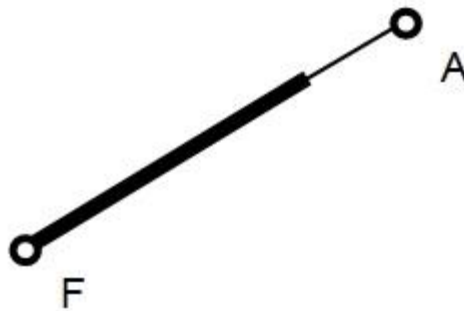

Figure 1
**3-3 Tracer** sur la figure 1 la direction des 2 actions mécaniques agissant sur le ressort à gaz.